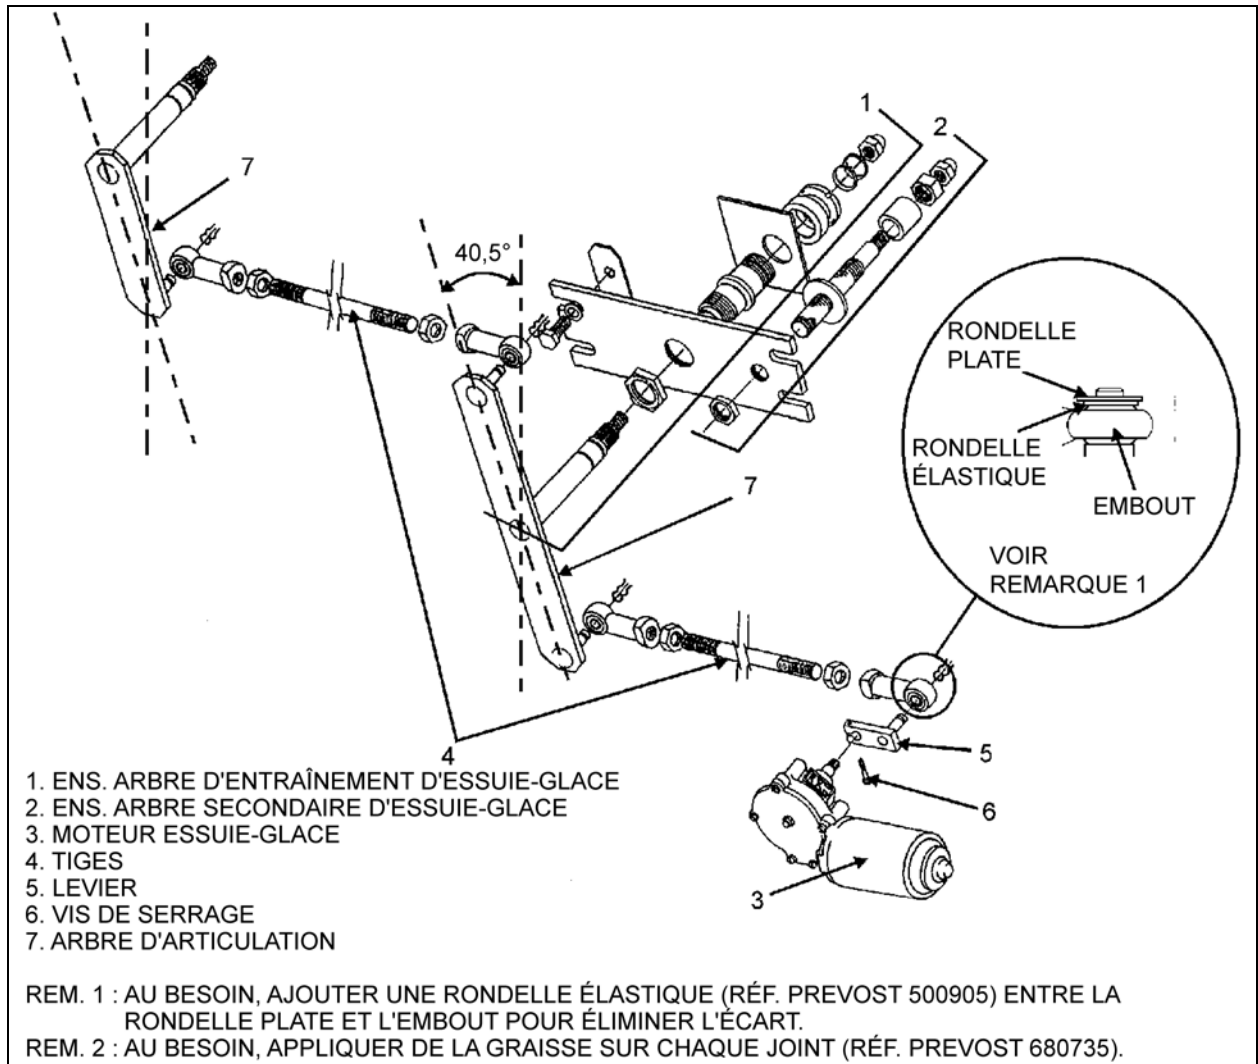

FIGURE 39 : INSTALLATION DE L'ESSUIE-GLACE INFÉRIEUR
4. Positionner la tige située entre l'axe du pivot droit et le moteur à un angle de $40,5^\circ$ (Figure 39). La tige doit être sur le même axe que le levier du moteur.